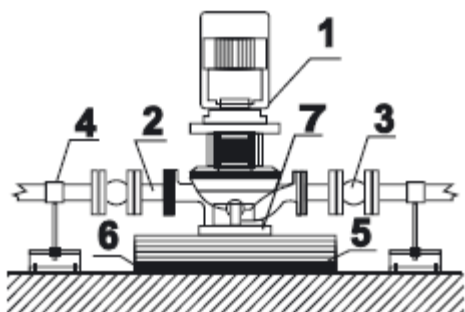
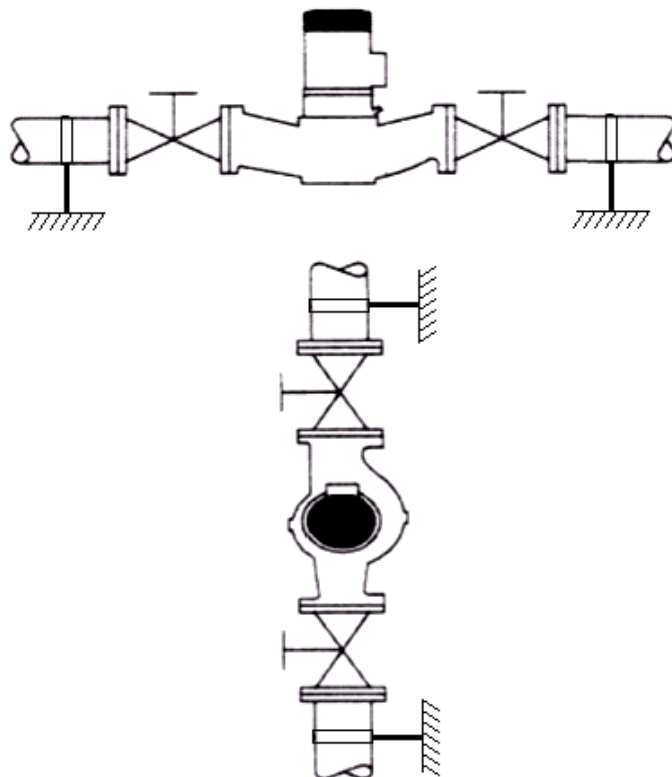

Рис. 3.
Рис. 4.
6. При вертикальном расположении вала агрегат должен устанавливаться на ровном и прочном фундаменте (рис. 3). Бетонный фундамент, или основание, является оптимальным для поглощения вибраций. Масса бетонного основания должна быть не менее, чем в 1,5 раза больше массы агрегата. Бетонное основание должно быть со всех сторон на 100 мм больше основания агрегата. Бетонное основание рекомендуется изолировать от пола при помощи резиновой или пробковой прокладки толщиной 20 мм (прокладка не входит в комплект поставки).
2. Агрегаты с электродвигателем мощностью до 7,5 кВт включительно могут непосредственно присоединяться к горизонтальным или вертикальным трубопроводам (рис.4). При мощности электродвигателя более 7,5 кВт агрегат может монтироваться только в горизонтальные трубопроводы, расположение электродвигателя – вертикальное. При этом агрегат должен быть установлен на бетонном основании.
3. Для дополнительного демпфирования вибраций и шумов рекомендуется устанавливать компенсаторы (упругие соединительные элементы) со стороны нагнетания и всасывания агрегата (рис. 3). В этом случае компенсаторы следует располагать от насоса на расстоянии как минимум 1 – 1,5 номинальных диаметра условного прохода фланца. При встраивании агрегата непосредственно в трубопроводы (основание насоса не закреплено на фундаменте) применение компенсаторов запрещается (рис. 4).
4. При подключении агрегата к сетевым трубопроводам необходимо исключить передачу нагрузок от трубопроводов на фланцы агрегата и фланцы компенсаторов. Сетевые трубопроводы должны быть жестко закреплены на фундаменте, бетонном полу или стенах со стороны всасывания и нагнетания агрегата (рис. 3, 4). **Нагрузки на фланцы агрегата от сетевых трубопроводов не допускаются.**